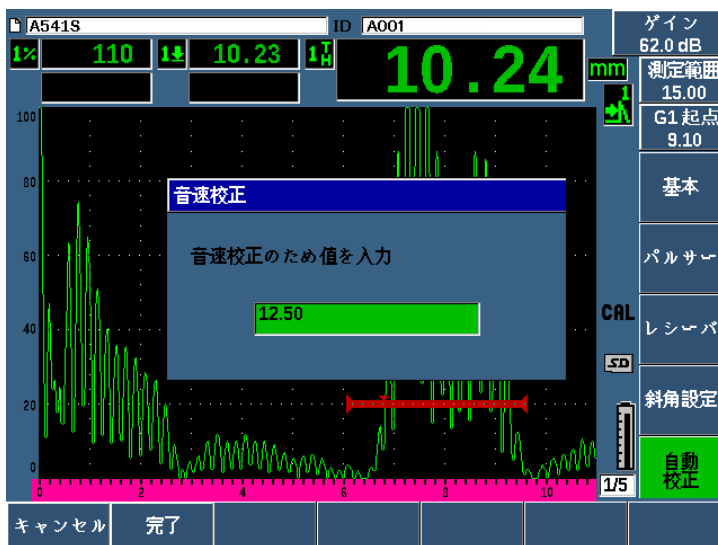

図 9-13 音速校正厚さ値の入力
15. ゲートをクロスするエコーのすでに分っている厚さになるよう調整します (この例では、0.500 インチ)。そして**完了**を選択し、校正手順を完了します (162 ページの図 9-13 参照)。